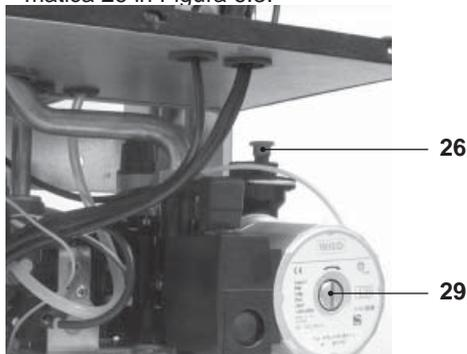

Figura 6.3
- Alzare il tappo della valvola di sfiato automatica 26 in Figura 6.3.
- Togliere il tappo 29 in Figura 6.3 e sbloccare la pompa ruotando il rotore con un cacciavite.